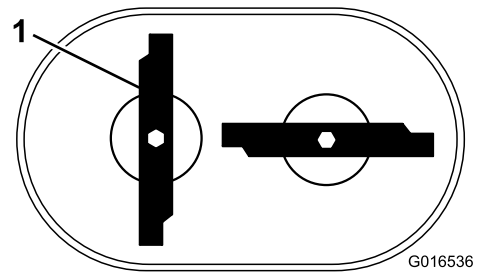

**Figura 42**
2. Fissate ciascuna lama con un asse e ruotate il bullone della lama in senso orario con una chiave dinamometrica, come illustrato nella Figura 42; serrate ciascun bullone della lama a 82 N·m.